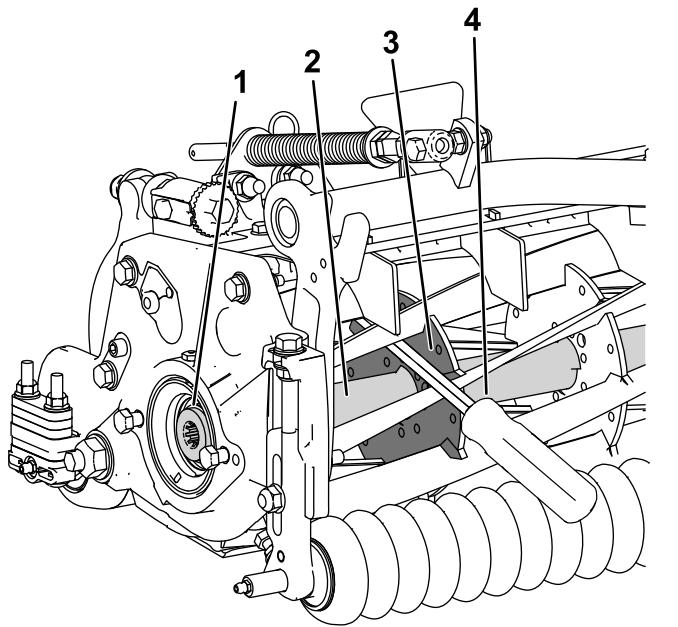

Bild 43
- Stecken Sie ein langes Hebeleisen (empfohlen 10 mm x 300 mm mit Schraubendrehergriff) durch die Vorderseite der Spindel, nahe an der Seite des Mähwerks, die Sie anziehen werden (Bild 43).
- Setzen Sie das Hebeleisen gegen die Schweißseite der innenliegenden Verstärkung der Schneidspindel (Bild 43).